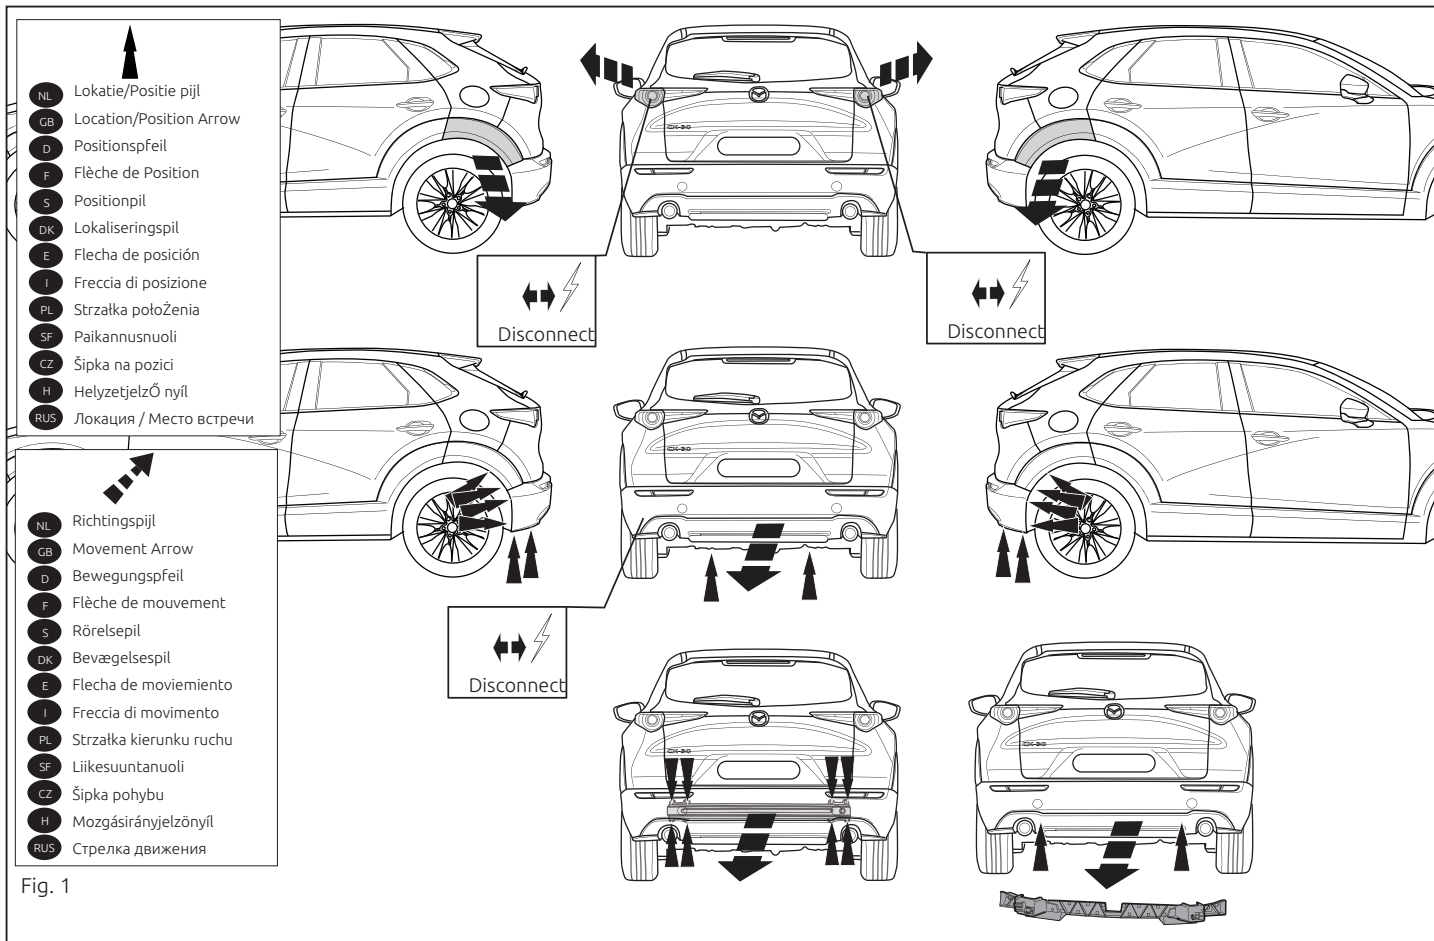

Fig. 1
1. Снять оба блока задних фар. Снять бампер вместе со буферным брусом автомобиля. Буферный брус больше не понадобится. Поставить болты на место. Снять указанные пластмассовые детали. См. рисунок 1.